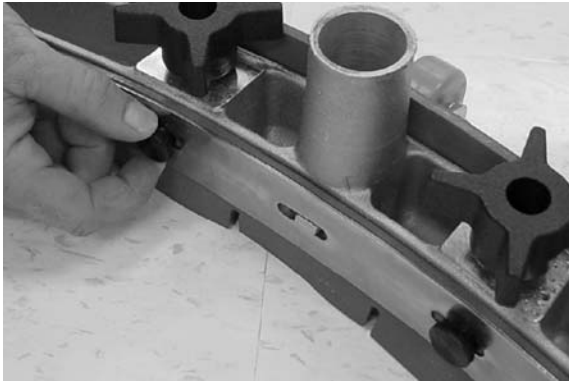

FIG. 46
- Retirez les six vis à oreilles maintenant le système de retenue et la lame de racler sur le châssis du racler. Faites pivoter bout à bout la lame de racler afin de placer un nouveau bord sur l'avant de la machine. Assurez-vous que le bord cranté de la lame se trouve vers le bas (Figure 46).